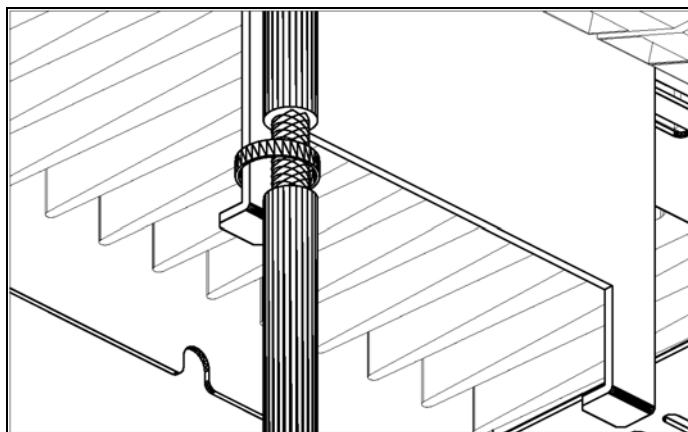

Fig. 3.2 – Connessione calza /telaio per cavi senza connettore metallico
- Quando sull'azionamento non è previsto il connettore metallico, è fornito un kit contenente squadrette, viti e fascette metalliche. Lo schermo del cavo deve essere liberato dall'isolante e connesso alla squadretta tramite fascetta metallica come in Fig. 3.2.